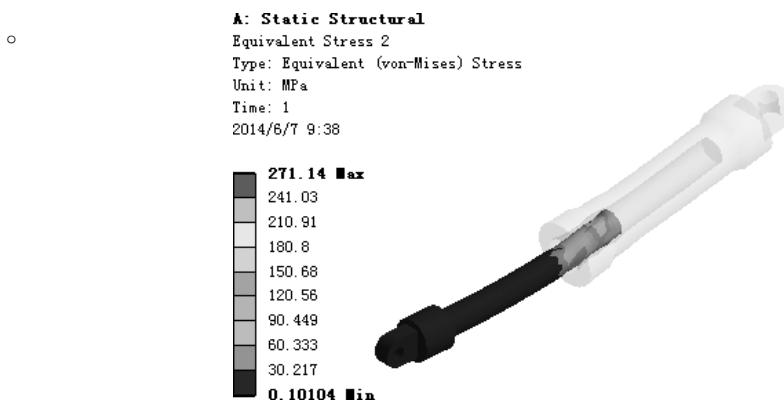

图 7.6.30 应力结果图解 (frictionless)
(4) 查看 frictionless 应力结果图解。在“Outline”窗口中选中 **Equivalent Stress 2**，查看图 7.6.30 所示的零件 frictionless 的应力结果，其最小应力为 0.10104 MPa，最大应力为 271.14 MPa。